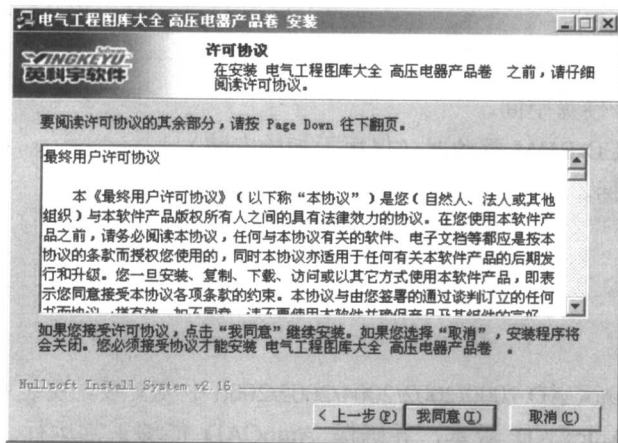

图 1-2 “许可协议”对话框
(2) 单击“下一步”按钮, 弹出如图 1-2 所示的“许可协议”对话框。